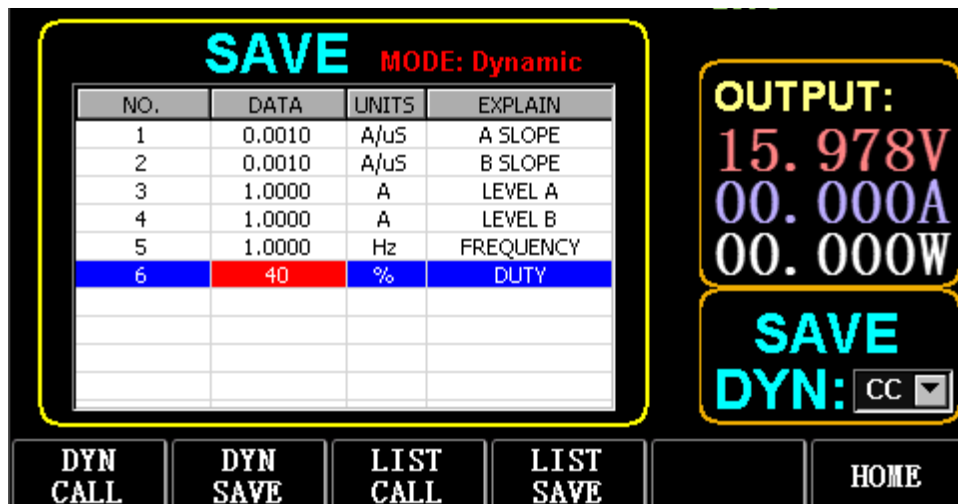

Fig. 3.1 DYN CC
Velg (FS) Dynamisk for å gå inn i grensesnittet som vist i Fig. 3.1.